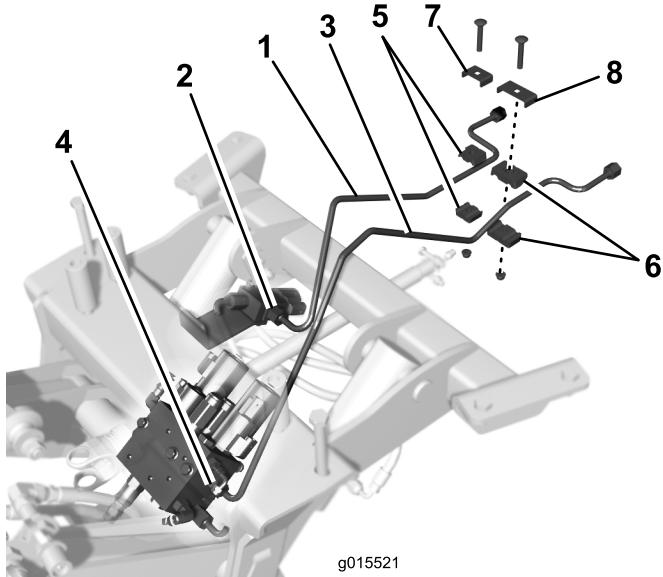

Figura 9
3. Conecte el extremo trasero del tubo hidráulico más corto al tubo de la máquina (Figura 9).
4. Conecte el extremo trasero del tubo hidráulico más largo al tubo de la máquina (Figura 9).
6. Conecte provisionalmente el tubo hidráulico más corto al tubo adyacente de la máquina con la abrazadera pequeña, la pletina, el tornillo de cuello cuadrado y la tuerca con arandela prensada, tal y como se muestra en la Figura 9.
7. Conecte provisionalmente el tubo hidráulico más largo al tubo adyacente de la máquina con la abrazadera grande, la pletina, el tornillo de cuello cuadrado y la tuerca con arandela prensada, tal y como se muestra en la Figura 9.